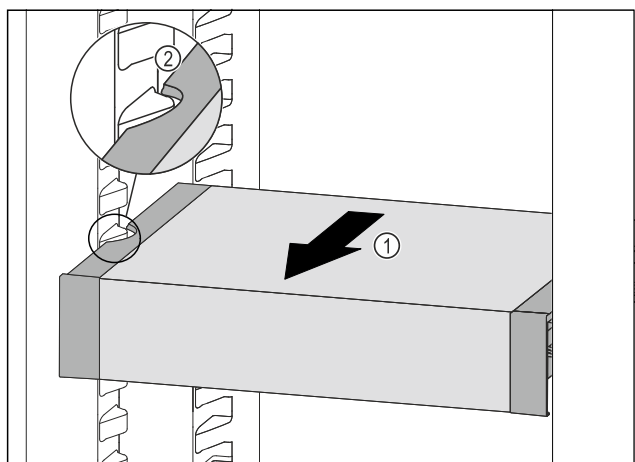

Fig. 83
- VarioSafe ťahajte dopredu Fig. 83 (1), kým sa bočné vybrania VarioSafe nebudú nachádzať vo výške rebra nádoby v chladničke. Fig. 83 (2)